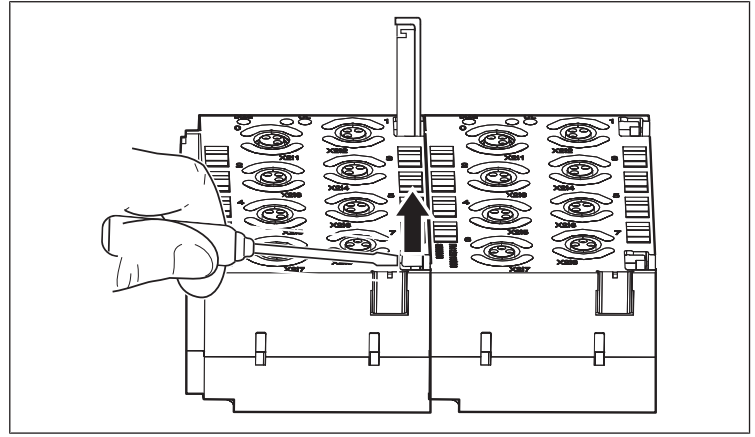

Fig. 6: Soltado del elemento de fijación de resorte y extracción hacia arriba hasta el tope
1. Tire hacia arriba hasta el tope de los dos elementos de fijación de resorte que se encuentran en el lado derecho de los módulos E/S antes desmontados (véase Fig. 6: Soltado del elemento de fijación de resorte y extracción hacia arriba hasta el tope).
2. Utilizando, p. ej., un destornillador, desenrosque todos los elementos de fijación de resorte necesarios y tire de ellos hacia arriba hasta el tope (véase Fig. 6: Soltado del elemento de fijación de resorte y extracción hacia arriba hasta el tope).
3. Tire hacia arriba hasta el tope de los dos elementos de fijación de resorte del módulo E/S nuevo (véase Fig. 6: Soltado del elemento de fijación de resorte y extracción hacia arriba hasta el tope).
2. Utilizando, p. ej., un destornillador, desenrosque los dos elementos de fijación de resorte que se encuentran entre el módulo E/S y la placa final izquierda y tire de ellos hacia arriba hasta el tope (véase Fig. 6: Soltado del elemento de fijación de resorte y extracción hacia arriba hasta el tope).